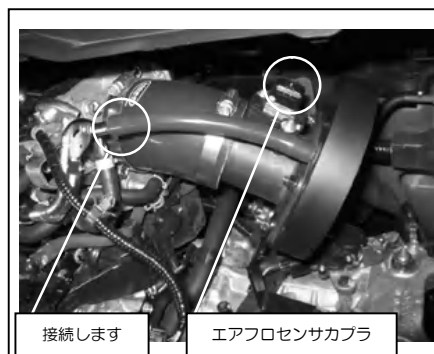

図7
- ④チューブをブローバイホース接続部を繋ぎます。(図7参照)
- ⑤一度コア本体を取り付け、各部に干渉が無いか確認し各部のボルト、バンドを本締めしてください。
- ⑥エアフロセンサカプラをエアフロセンサへ差し込みます。再度コアを取り付け、終了です。